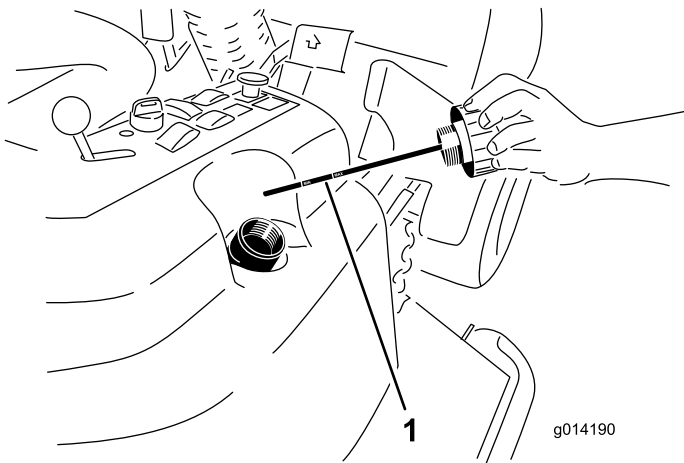

图 50
4. 从加油颈上取下液压加油颈盖 **图 50**。
5. 取出量油尺用干净的抹布擦拭 **图 50**。
6. 将量油尺完全拧入加油颈然后再取出检查液位 **图 50**。